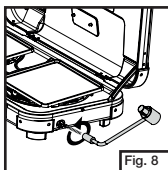

Fig. 8
- Vissez le détendeur au réchaud, à la main. (Fig.8)
- Débouchez la bouteille de propane et vissez la bouteille au détendeur, à la main. (Fig. 8)